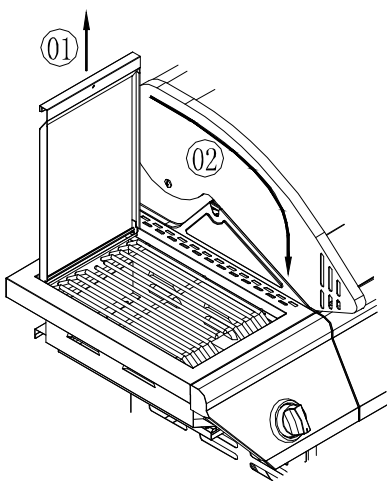
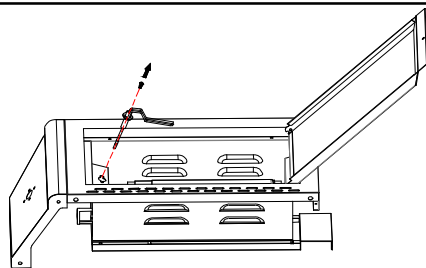
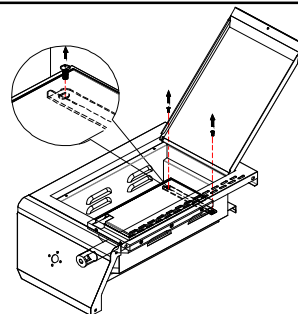

Fig.22
Fig.23
Fig.24
- (a) Retirez l'allumeur du brûleur latéral. Voir la Fig.22. Enlevez les deux vis situées à l'arrière du bol du brûleur latéral. Voir la Fig.23. Dégagez ensuite le brûleur latéral. Voir la Fig.24.